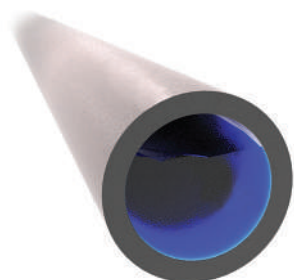

Рис. 4
- 1** Подготовьте трубопровод к монтажу: очистите трубу от грязи и ржавчины (рис. 4).